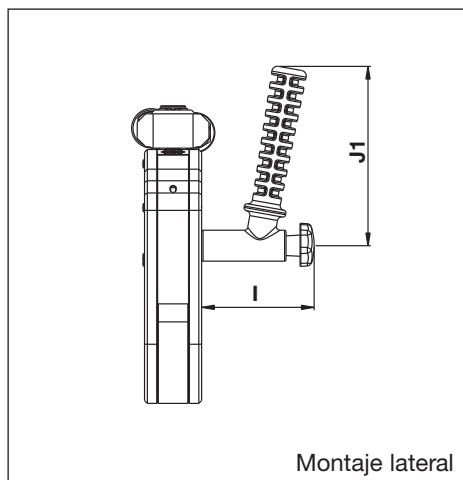

Fig. 23
6.1.3 Dimensiones, palanca de posicionamiento angular, serie SWH (Fig. 23 y 24)